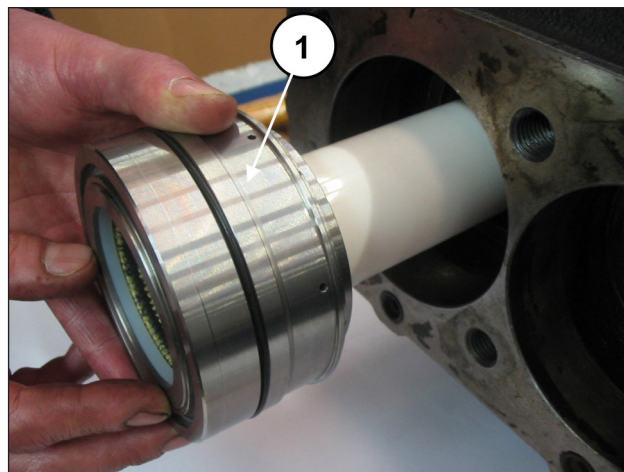
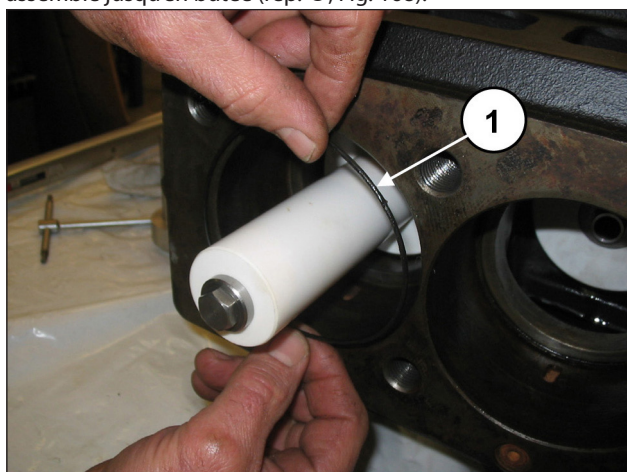

Fig. 168
Fig. 167
Serrer les vis à l'aide d'une clé dynamométrique, en suivant les indications du chapitre 3. Placer le joint torique à l'intérieur du carter de pompe (rep. ①, Fig. 167) puis l'ensemble chemise-support du joint (muni du joint torique) préalablement assemblé jusqu'en butée (rep. ①, Fig. 168).